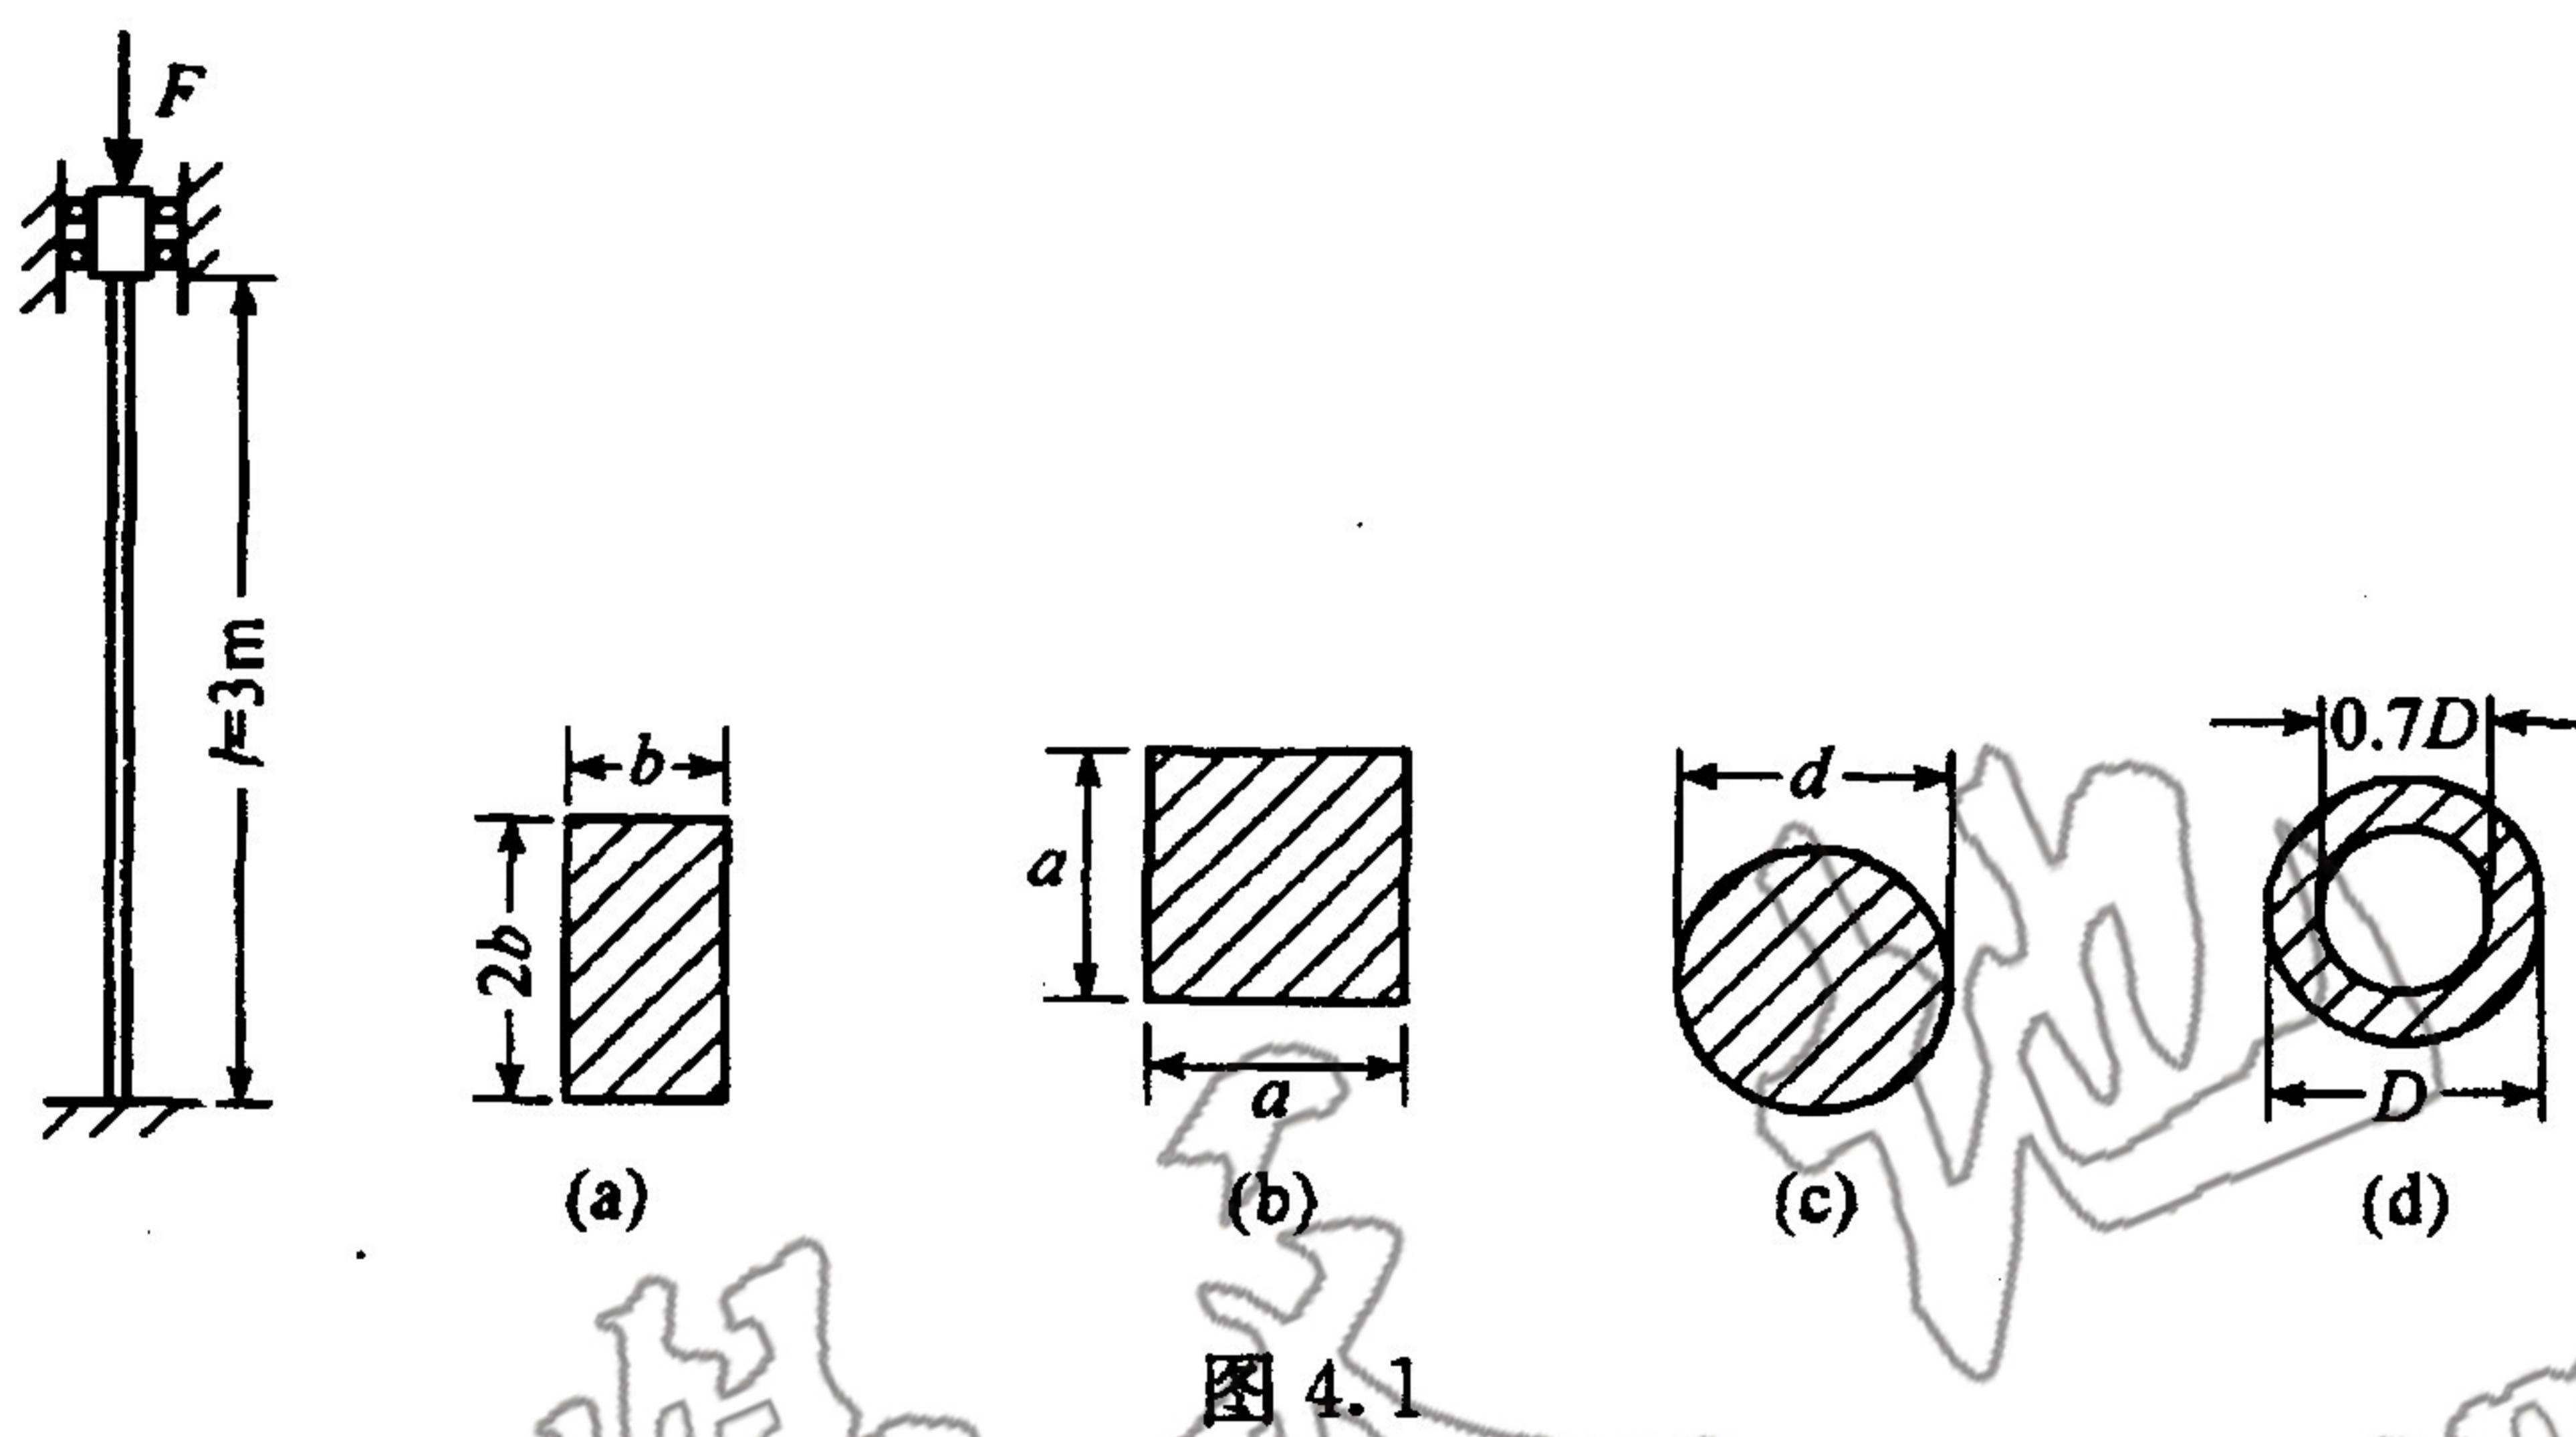

图 4.1
4.1 图 4.1 所示两端固定压杆,  $E = 210 \text{ GPa}$ ,  $\sigma_p = 200 \text{ MPa}$ ,  $\sigma_s = 235 \text{ MPa}$ ,  $a = 304 \text{ MPa}$ ,  $b = 1.12 \text{ MPa}$ , 截面有矩形、实心圆形及空心圆形 4 种, 但其横截面积均为  $5000 \text{ mm}^2$ , 试求上述 4 种情形下压杆的临界压力  $F_c$ 。(15 分)